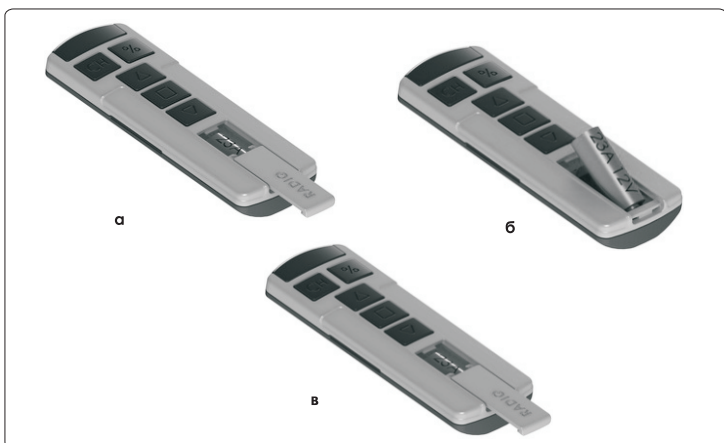

Рисунок 3 Замена элементов питания в устройстве
- открыть крышку, закрывающую элемент питания (см. рис. 3а);
- извлечь разряженный элемент питания (см. рис. 3б);
- вставить новый элемент питания (см. рис. 3в);
- закрыть крышку (см. рис. 3в).